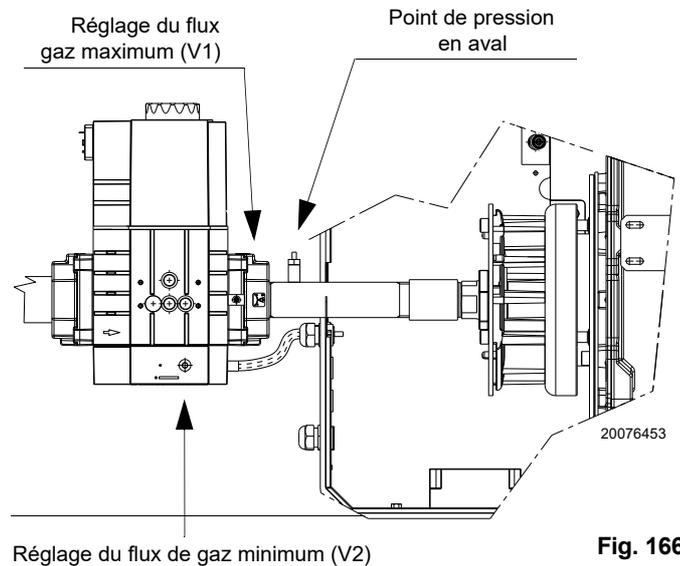

Fig. 166
Les indications de la séquence des phases sur l'afficheur continuent à clignoter pour signaler que la procédure de démarrage (fonctionnement manuel) est encore présente. Si l'allumage ne se fait pas, il se peut que le gaz n'arrive pas à la tête de combustion dans le temps de sécurité de 3 s. Tourner légèrement vers le signe «+» la vis V1 de la vanne gaz (Fig. 166 à la page 51). Si par contre, à la fin du temps de sécurité le brûleur s'allume mais ensuite il s'éteint, il se met en sécurité et l'afficheur visualise **Loc:7** clignotant (disparition de la flamme en fonctionnement). Appuyer sur «**i/reset**», l'afficheur visualise **400:Set**. Quitter le mode de fonctionnement manuel en appuyant plusieurs fois sur «**ESC**» (appuyer simultanément sur les touches «+» et «-»). L'afficheur visualise **Loc:7** fixe. Appuyer sur «**i/reset**» pour débloquer l'unité LME7. (Liste de codes d'erreur Tab. U à la page 57).
- Agir sur la vis V1 en la tournant vers le signe «+» (Fig. 166 à la page 51).
- Vérifier l'aspect de la flamme, si possible, ou la valeur de CO et CO₂ pour savoir si le brûleur est suffisamment calibré (avant le réglage seuil maximum). Éventuellement, agir sur la vis V2 de la vanne gaz (tourner vers le signe «+» pour augmenter le gaz, vers le signe «-» pour diminuer le gaz) (Fig. 166 à la page 51).
- Vérifier l'aspect de la flamme, si possible, ou la valeur de CO et CO₂ pour savoir si le brûleur est suffisamment calibré (avant le réglage seuil maximum). Éventuellement, agir sur la vis V1 de la vanne gaz (tourner vers le signe «+» pour augmenter le gaz, vers le signe «-» pour diminuer le gaz) (Fig. 166 à la page 51).
- pour augmenter le débit du gaz et la CO₂: tourner la vis V1 vers le signe «+» (Fig. 166);
- pour réduire le débit de gaz et le CO₂: tourner la vis V1 vers le signe «-» (Fig. 166).